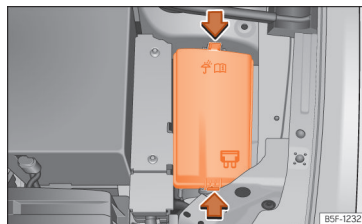

Fig. 217 No compartimento do motor: tampa da caixa de fusíveis.
- Pressione as patilhas de bloqueio para desbloquear a tampa da caixa de fusíveis >>> **Fig. 217.**